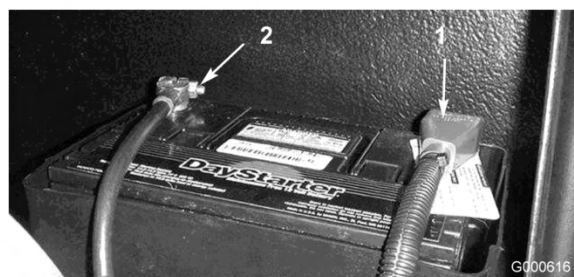

Figura 42
5. Instale o cabo positivo (vermelho) no terminal positivo (+) e o cabo negativo (negro) no terminal negativo (-) da bateria (Figura 42). Prenda os cabos nos pólos com parafusos e porcas. Certifique-se de que o terminal positivo (+) se encontra correctamente colocado no pólo e de que o cabo se encontra correctamente encaixado na bateria. O cabo não deverá entrar em contacto com a cobertura da bateria. Coloque a protecção de borracha sobre o terminal positivo para evitar um curto-circuito.